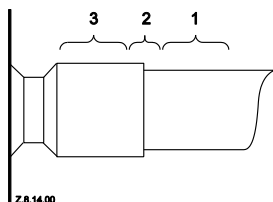

Figura 5: Brasatura del tubo di aspirazione
La **Figura 5** illustra il procedimento corretto per la brasatura delle linee di aspirazione e di mandata di un compressore Scroll.
- Utilizzare un cannello a doppia fiamma e scaldare la zona 1 (vedi **Figura 5**).